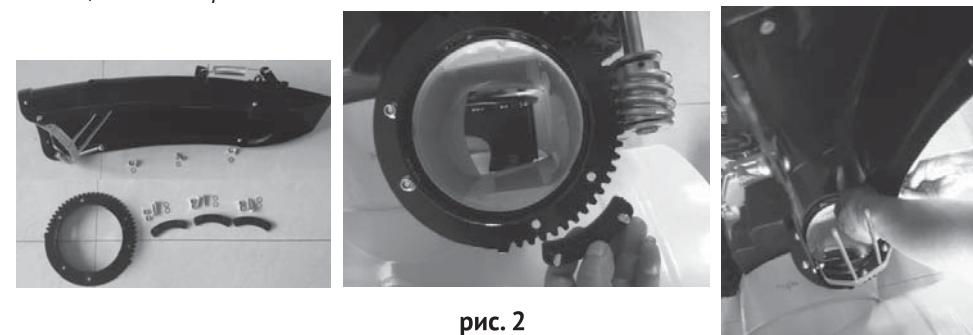

рис. 2
- зафиксируйте планки крепления на кольце с помощью болтов (рис.2);
- закрепите жёлоб при помощи болтов (рис.2).